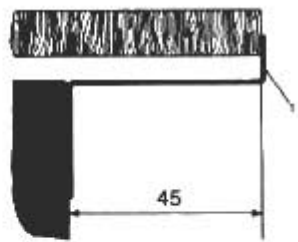

Fig. 7
- Bloquer l'appareil dans les parties supérieur et inférieure avec les vis se trouvant dans le sachet des accessoires puis appliquer par enclenchement la petite grille d'aération 1 (fig. 7). Si l'appareil est muni d'équerres de fixation latérale, agir comme suit (fig. 8).